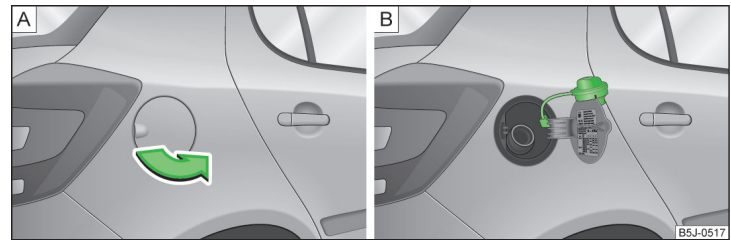

Abb. 123 Tankklappe öffnen / Tankverschluss
Auf der Innenseite der Tankklappe sind die für Ihr Fahrzeug vorgeschriebenen Kraftstoffsorten angegeben » Abb. 123 auf Seite 141 - B.
- Die Tankklappe mit der Hand aufklappen » Abb. 123 - A.
- Den Tankverschluss linksherum herausdrehen und von oben auf die Tankklappe stecken » Abb. 123 - B.